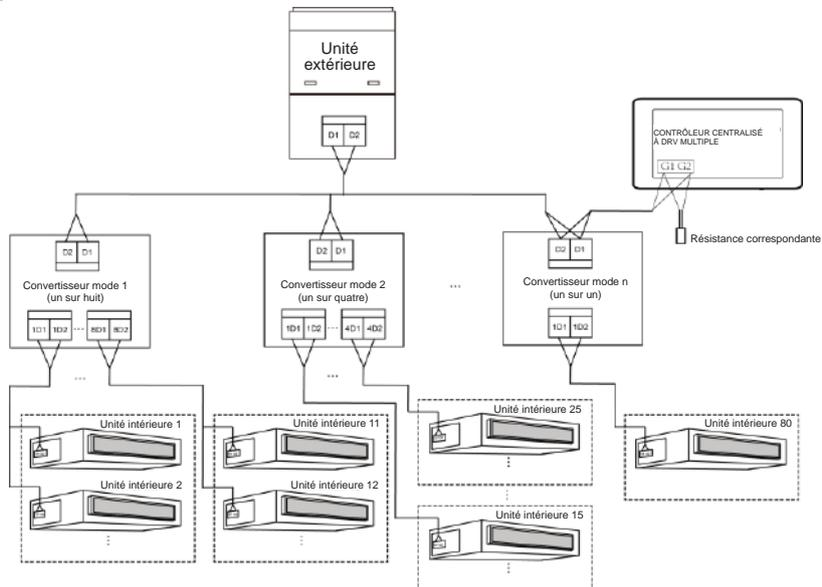

Fig. 1.6 Contrôleur centralisé branché au réseau du convertisseur de mode de récupération de chaleur
e. Si le contrôleur centralisé doit être branché au réseau de récupération de chaleur, branchez-le conformément à la fig.1.6. La méthode 2 s'applique également au contrôleur centralisé passant sur le réseau de récupération de chaleur.